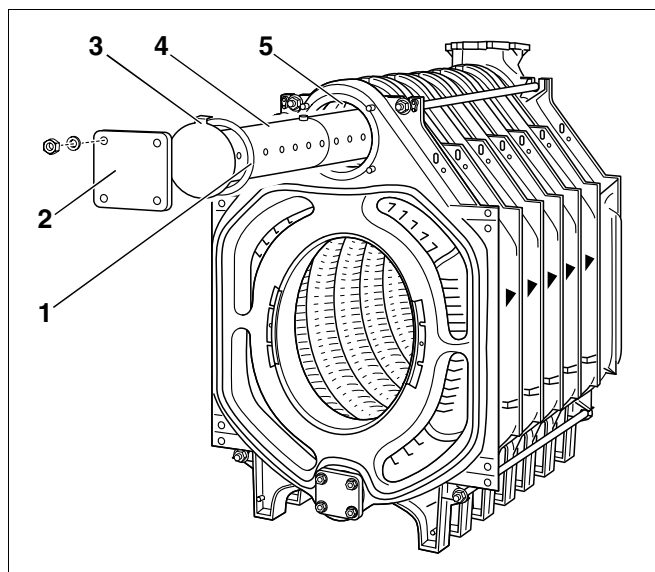

Fig. 24 Montering av blanderør
Blanderøret (Fig. 24, **Pos. 4**) er 2-delt for kjeler med 10–12 kjelelementer.
- Skyv flatpakningen inn på blanderøret (Fig. 24, **Pos. 1**).
- Steng åpningen med en blindflens (Fig. 24, **Pos. 2**).
- Kontroller at knasten (Fig. 24, **Pos. 3**) på blanderørets avslutningsplate smetter inn i utsparingen i det øvre kjelnavet (Fig. 24, **Pos. 5**).